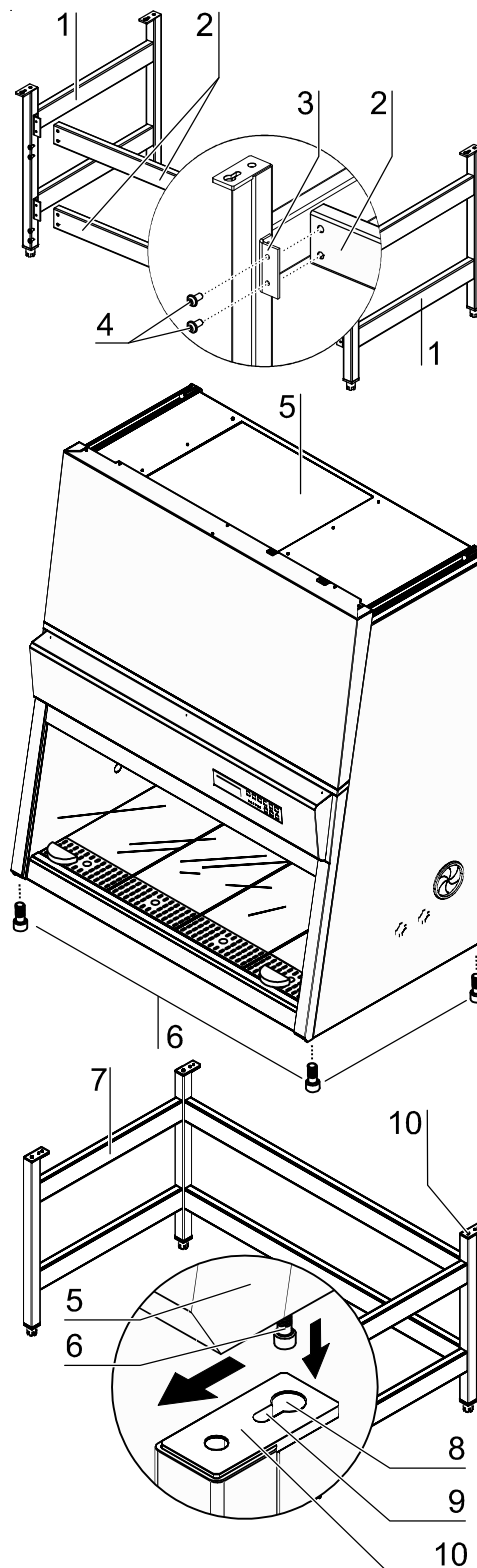

Fig. 10
1. **Fig. 10:** Mover ambas as traves [2] no ângulo de suporte [3] das placas laterais [1]. Aperte as traves com os parafusos [4] em ambas as placas laterais.